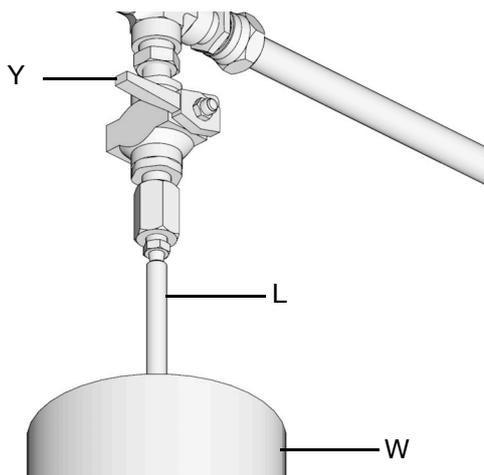

FIG. 25:
- a. Pour relâcher la pression entre la pompe de remplissage (F) et le mécanisme d'arrêt du remplissage automatique (B), ouvrir la vanne de décompression du flexible d'alimentation (Y) (FIG. 25). La pression est relâchée et l'excès de fluide est évacué par le tube de vidange (L) et dans le récipient de débordement (W).